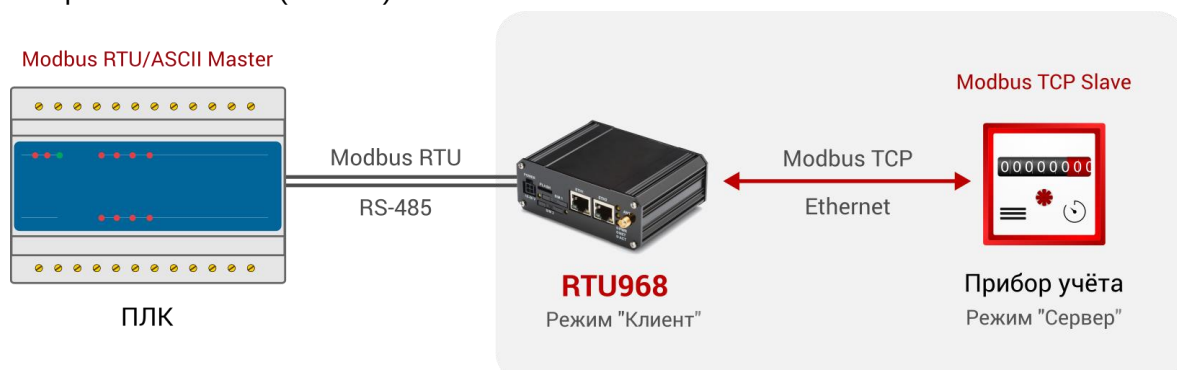

Рис. 16. Роутер RTU в режиме Клиент.
- Пример 2.** В этой схеме роутер, подключенный к контроллеру (ПЛК), работает как Клиент и подключается к прибору учёта (Серверу). ПЛК (Modbus Master) отправляет на роутер запрос Modbus RTU. Роутер преобразует запрос в пакет Modbus TCP и по сети Ethernet передаёт его прибору учёта (Modbus Slave). Полученный по TCP ответ роутер преобразует в Modbus RTU и отправляет на ПЛК (Рис. 16).